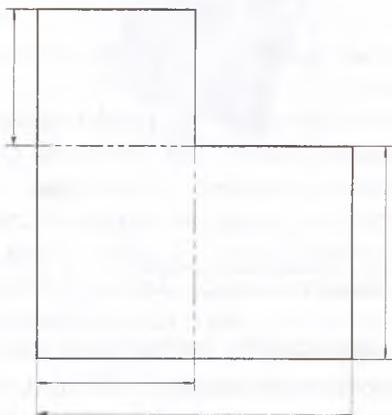

Рис. 2. Эскиз чехла
2. Определим, что же нужно измерить, чтобы построить выкройку (длина, ширина, толщина). Измерьте свой телефон и нанесите необходимые размеры на размерные линии эскиза (рис. 2).